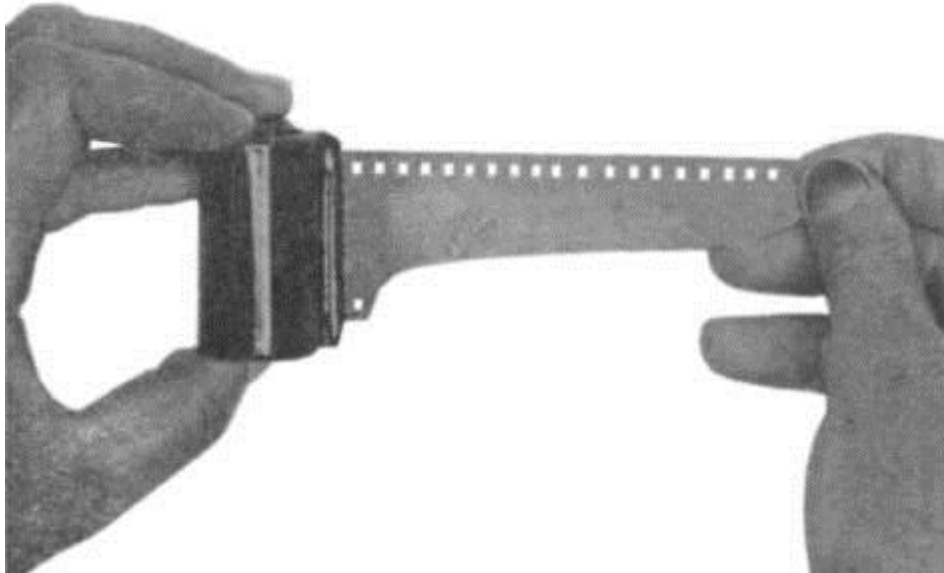

Рис. 9
2. Вытяните из кассеты конец пленки длиной не более 10 см, обрежьте его аккуратно по форме (рис. 9) или с помощью специального шаблона.